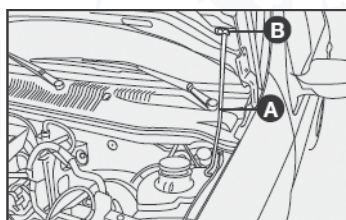

fig. 140
- 3) Levante el cofre por la parte central y al mismo tiempo, suelte la varilla de fijación A-fig. 140 de su dispositivo de bloqueo;
- 1) Manténgalo levantado con una mano y con la otra quite la varilla A-fig. 140 del alojamiento B y colóquela en su lugar de bloqueo;